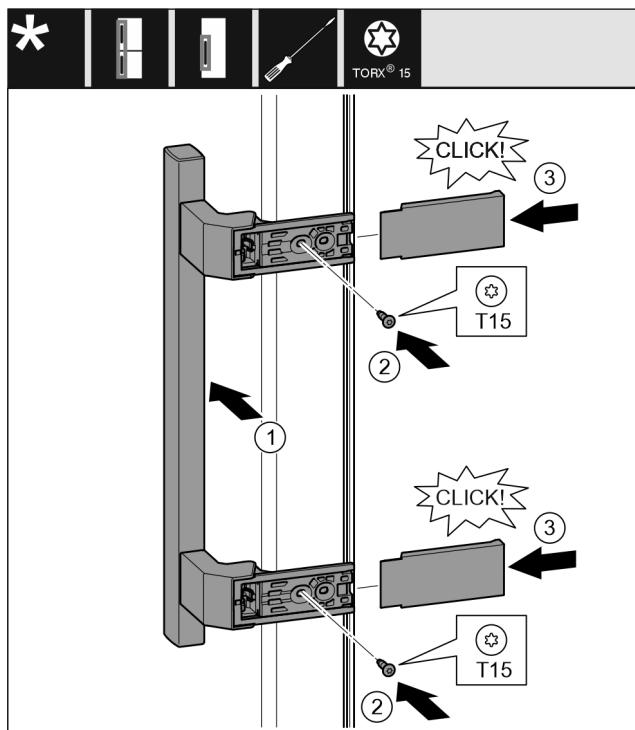

Fig. 40
- Установите ручку на противоположной стороне. Fig. 40 (1)
- Затяните винты отверткой T15. Fig. 40 (2)
- Установите крышки сбоку и надвиньте их. Fig. 40 (3)